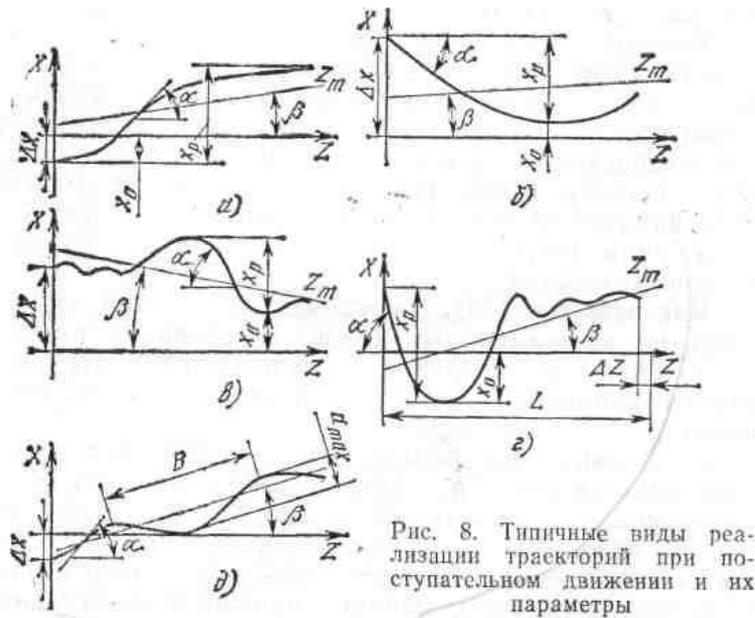

Рис. 2 Формы траектории поступательного движения исполнительного звена
- Построить траекторию поступательного движения исполнительного звена (Рис. 2)